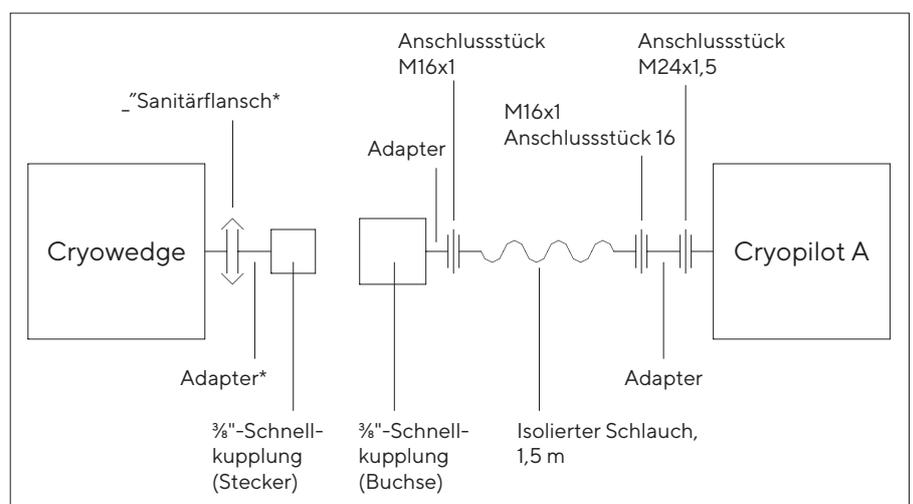

Abb. 6: Montage der Schlauchverbindung Cryohose für den Cryowedge
- ▶ Verbinden Sie den Anschluss „Thermofluid out“ (HTF-Auslass) am Cryopilot A mit dem Einlassanschluss am Cryowedge, wie in der Abbildung 6 dargestellt. Der Einlassanschluss am Cryowedge befindet sich an der Außenwand, dies entspricht der Position des Cryovessel-Mantels.
- ▶ Verbinden Sie den Anschluss „Thermofluid in“ (HTF-Einlass) am Cryopilot A mit dem Auslassanschluss am Cryowedge, wie in der Abbildung 6 dargestellt. Der Auslassanschluss am Cryowedge befindet sich an einem Punkt, der der Position des inneren Cryovessel-Wärmeaustauschers entspricht.